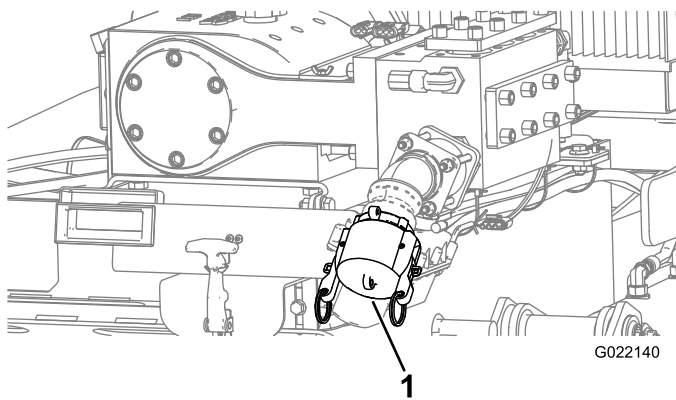

Bild 114
- C. Stellen Sie sicher, dass der Deckel am Zulauf der Bohrflüssigkeitspumpe angebracht ist (Bild 114).